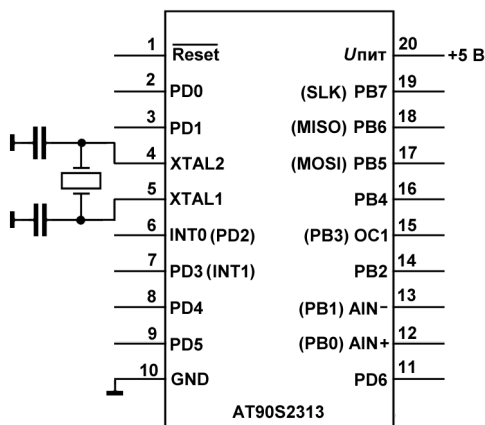

Рис. 14.1. Разводка выводов МК AT90S2313 (функции показаны применительно к нашей задаче)
Теперь поглядим на схему разводки выводов AT90S2313 (рис. 14.1) и выберем, что и к чему мы будем коммутировать. Ко входу внешнего прерывания INT1 (7) удобно подключить кнопку, которая будет вводить часы в режим установки. От порта D (портов A и C в этом микроконтроллере нет) осталось шесть разрядов, четыре из которых мы задействуем под управление разрядами индикаторов: PD0 (2), PD1 (3), PD2 (6) и PD4 (8). Из восьми выводов порта B два заняты под входы компаратора AIN+ (выв. 12 — к нему мы подсоединим опорный источник для контроля батареи и также с него будем снимать информацию о состоянии питающего напряжения и второй кнопки) и AIN- (выв. 13 — к нему подключим батарейку). Для управления миганием разделительного двоеточия удобно использовать вывод OC1 (15), который управляется автоматически от таймера (см. главу 12). Под управление сегментами